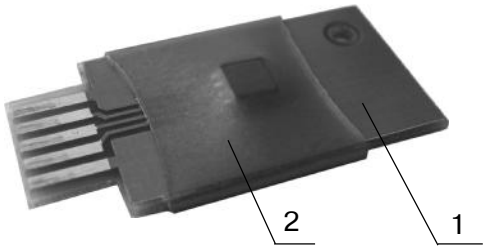

Рис. 16. Конструкция МППЗУ-А
Конструкция МППЗУ-А приведена на рис. 16. Основными элементами МППЗУ-А являются: плата (1), термоусадочная трубка (2).